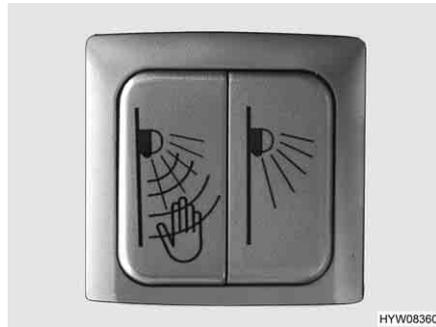

Fig. 59 Luce tenda veranda con sensore di movimento
- Premere il tasto di destra (Fig. 59).
- Premere il tasto di sinistra (Fig. 59). Il sensore di movimento è attivato.